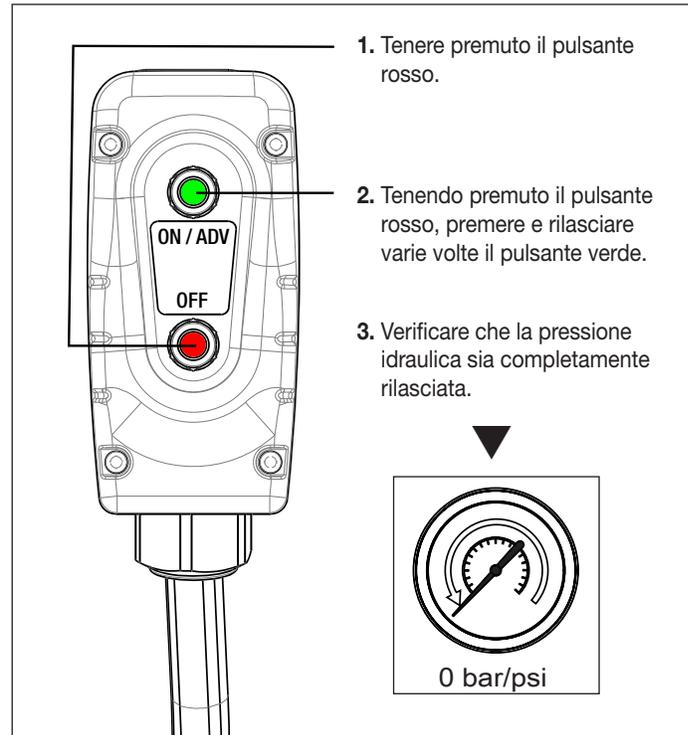

Figura 9: Scarico della pressione idraulica
- Tenere premuto il pulsante rosso OFF premendo e rilasciando più volte il pulsante verde ON/ADV. Vedere Figura 9.
- Verificare che il manometro olio indichi zero (0) bar/psi. Rilasciare quindi il pulsante OFF.